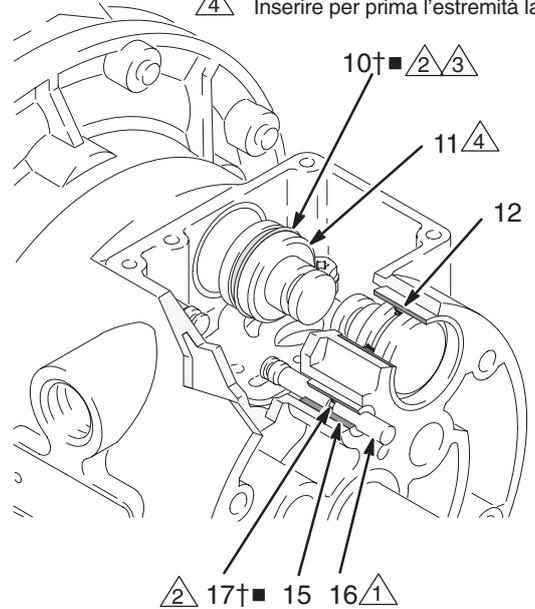

Fig. 10
4. Estrarre i due pistoni degli attuatori (11) al di fuori dei cuscinetti (12). Rimuovere le fasce elastiche dai pistoni (10). Estrarre gli spinotti guida (16) dai cuscinetti (15). Rimuovere gli anelli di tenuta circolari (17) dagli spinotti guida. Vedere Fig. 10.
6. Ispezionare i cuscinetti (12, 15) in posizione. Vedere Fig. 10. I cuscinetti sono conici e, se danneggiati, vanno rimossi dall'esterno. Questo richiede lo smontaggio delle parti a contatto del prodotto. Vedere pagina 22.